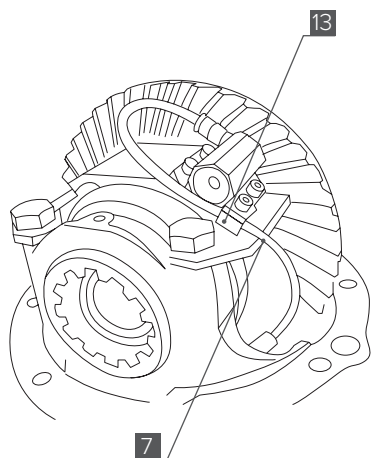

Рис. 8
15. Соедините фитинг угловой [4] с фитингом актуатора [2] трубкой [7] (**Рис. 8**).
❗ **ВАЖНО:** Убедитесь, что трубка, проведенная между фитингами, не касается подвижных частей редуктора. Воспользуйтесь хомутиком [13] на актуаторе для фиксации трассы трубки, как показано на Рис. 8.